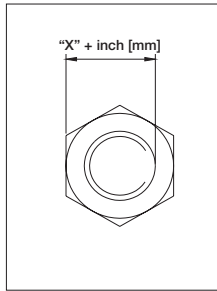

Abbildung 5
1. Messen Sie den Abstand von der Seitenfläche der Mutter bis zur äußersten Seite des Bolzens. Siehe Abbildung 5.